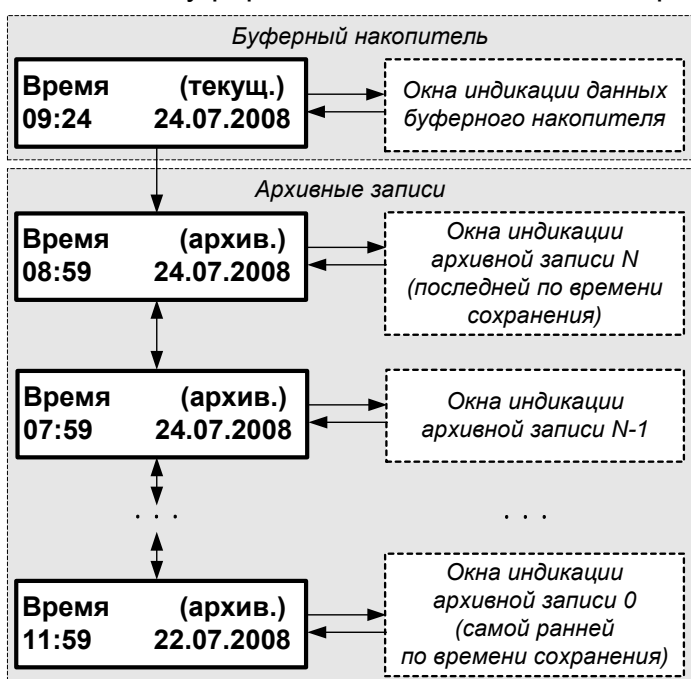

Рис.2. Структурная схема часового архива.
4.4.1. Часовой, суточный и месячный архивы тепловычислителя имеют одинаковую структуру и содержат кроме сохраненных архивных записей также буферный накопитель данного архива (рис.2).
- 4.4.4. Переход к окнам индикации архивных записей выполняется из окна **Время (текущ.)** накопителя по нажатию кнопки . При этом высвечивается окно **Время (архив.)** (рис.2) последней (по времени сохранения) архивной записи с указанием времени в формате «часы : минуты» и даты окончания интервала архивирования. Перебор архивных записей выполняется кнопками  , . При этом в окне **Время (архив.)** меняется время и дата окончания интервала архивирования.